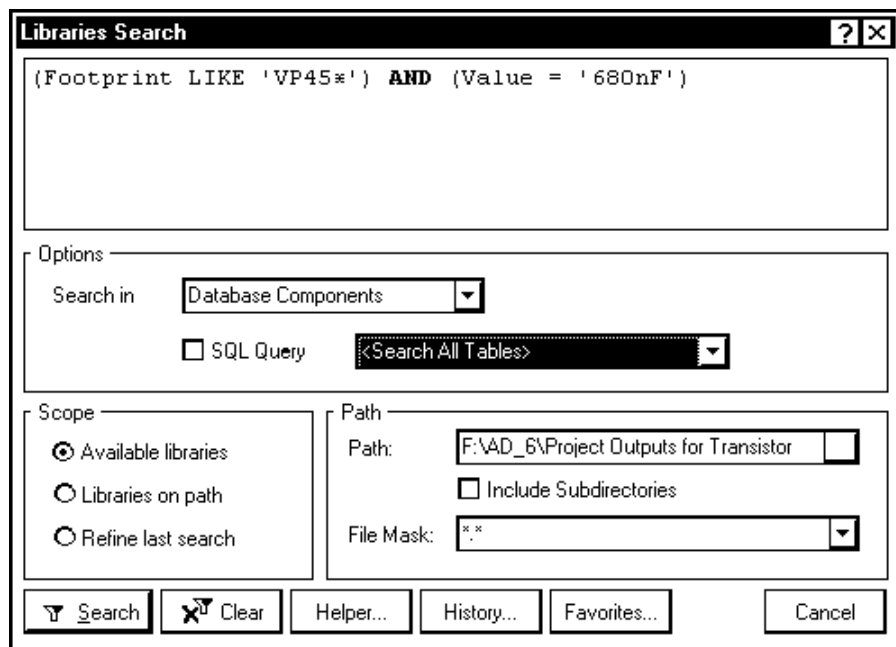

Рис. 11.14. Формирование запроса на поиск компонента в библиотеке
1. Активизировать поиск щелчком на кнопке **Search** в панели **Libraries**. Откроется диалоговое окно **Libraries Search** (рис. 11.14).
2. В пустое главное поле окна ввести запрос в конструкторах языка поисковых процедур Altium Designer (Query Language). Для проверки синтаксиса запроса и исправления ошибок следует пользоваться функциями помощника Query Helper, вызываемого щелчком на кнопке **Helper**. Кнопка **History** открывает окно просмотра списка предыдущих запросов. Выбрав один из предыдущих запросов, кнопкой **Apply Expression** можно передать его в поле запросов окна (рис. 11.14) и повторить поиск.
Так, по запросу, приведенному на рис. 11.14, в базе данных VishayCapacitor.mdb будут найдены шесть конденсаторов емкостью 680 нФ с посадочным местом, обозначение которого начинается с символов VP45.